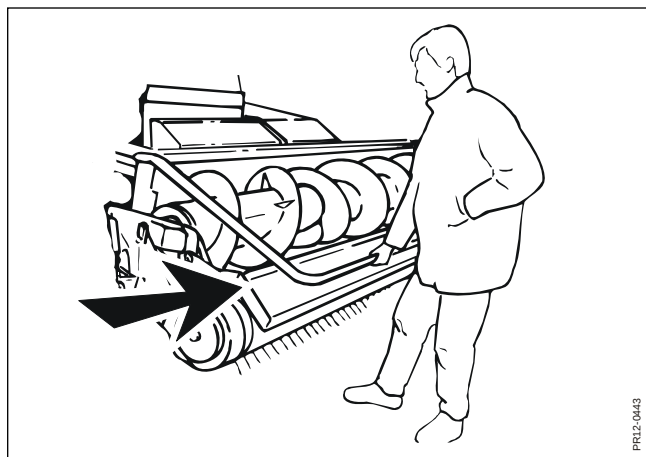

Fig. 3-8
- Fig. 3-8** Med nedhållarplåten för pick-upen sker också upptagning av strängar med kort material (kort gräs), utan problem. Materialet pressas av nedhållarplåten mot pick-up fingrarna. Härvid säkerställs att materialet inte faller framåt. Allt efter, hur kraftig strängen är, kan denna nedhållarplåt ställas i önskat avstånd till pick-upen, med hjälp av de justerbara stagen på båda sidor.